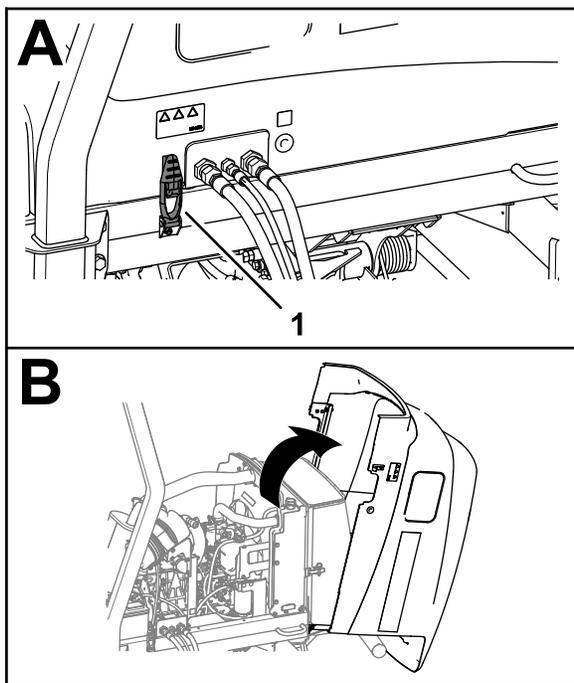

Figura 93
1. Desenganche los 2 cierres del capó (Figura 93).